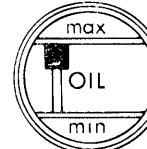

Fig. 5
2. Versare nel foro (per il rifornimento completo) circa 820 grammidi olio e controllare che l'indicatore livello (fig.5), posto sulla parte inferiore del montante della testa, raggiunga la posizione MAX.
2. For filling completely pour approx. 820 grams of oil into the hole and check that the oil level indicator (fig.5) on the lower front of the machine reaches the MAX position.